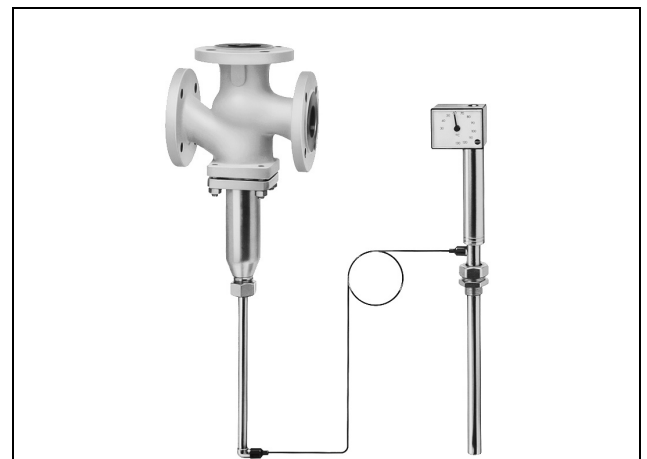

Bild 1 · Temperaturregler Typ 9 mit Regelthermostat Typ 2231
**Typ 2119/2231** (Bild 1) · mit Regelthermostat Typ 2231 · für Flüssigkeiten · Sollwerte von 15 bis 300 °F (–10 bis +150 °C) · Sollwerteinstellung am Fühler